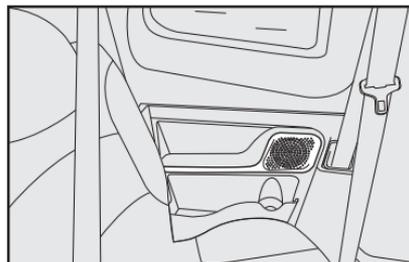

fig. 97
- En la lateral trasera de la Strada Double Cabina **fig. 97**.